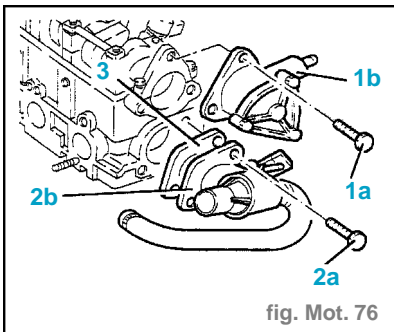

fig. Mot. 76
- Déconnecter du collecteur de récupération du combustible le tuyau (1) de retour du combustible pour la lubrification des électro-injecteurs. Dévisser les écrous et déconnecter la câblage d'alimentation des bougies de préchauffage.
- Dévisser les vis (1a) et déposer la pompe à vide (1b) y compris l'O-Ring. (fig.Mot. 76)